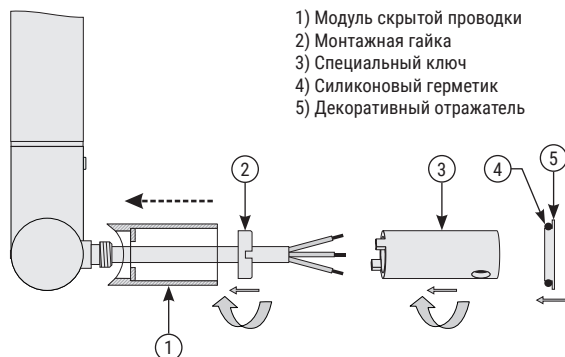

Рис.4
1.6. Открутить с обратной стороны МЭМ декоративную заглушку (рис. 2) и установить корпус модуля скрытой проводки согласно схеме (рис. 4).
1.8. Установить декоративный отражатель на силиконовый герметик (рис. 4).